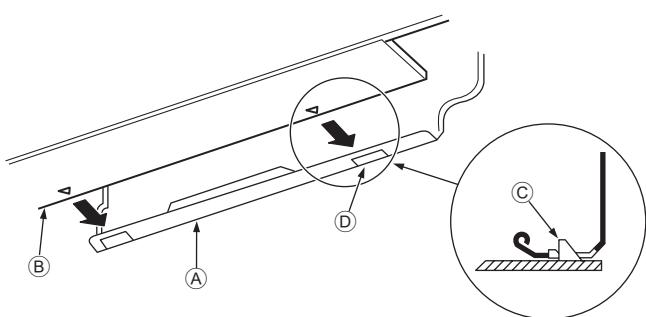

Рис. 3-15
- Устанавливая трубы хладагента и дренажа в отверстие на стене (муфту), подвесьте верхнюю часть внутреннего блока к монтажной плате ①.
- Закрепите блок, вдвинув его нижнюю часть в монтажную плиту ①. (Рис. 3-15)